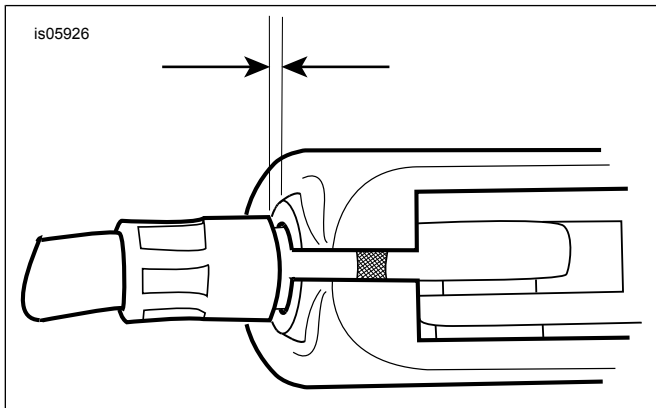

Figura 3. Folga do Cabo da Embraiagem de 1/16 - 1/8 polegadas (1,6 - 3,2 mm)
6. Ver Figura 3 . Afastar o ajustador de cabo da contraporca até que a folga seja eliminada na alavanca de comando. Puxe o terminal do cabo da embraiagem, de forma a afastá-lo do suporte da alavanca da embraiagem, a fim de verificar a folga. Gire o ajustador do cabo, conforme necessário, a fim de obter uma folga de 1,6 a 3,2 pol (1/16 a 1/8 mm) entre a extremidade do terminal do cabo e o suporte da alavanca da embraiagem.